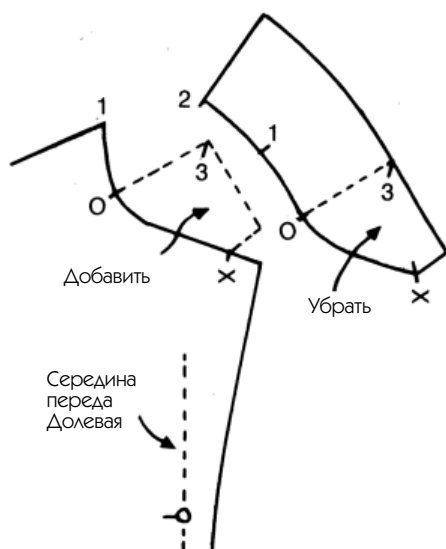

Рис. 144
1. Если линия горловины лифа на лекало продолжается до точки Х (см. рис. 144), то она нуждается в коррекции:
2. Проведите наклонную линию от точки О к линии отлета воротника (точка 3, рис. 144).